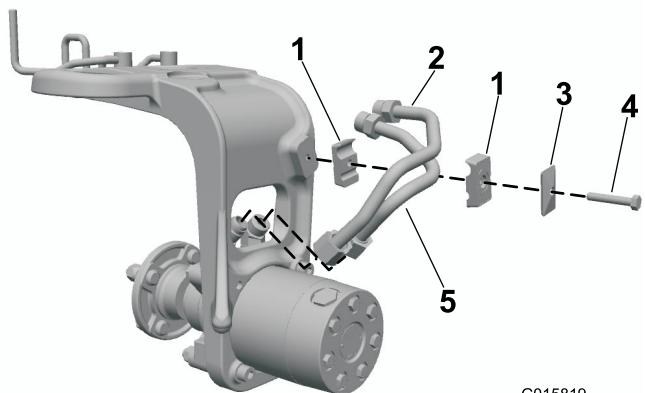

Figura 6
1. Conecte provisionalmente los tubos hidráulicos de acero al motor de la rueda (Figura 6).
2. Instale la abrazadera en la horquilla. Ajuste el conjunto para que encaje correctamente con los acoplamientos hidráulicos y las abrazaderas (Figura 6).
3. Sujete las abrazaderas con una tapa y un perno (5/16" x 1 $\frac{3}{4}$ '), como se muestra en la Figura 6.